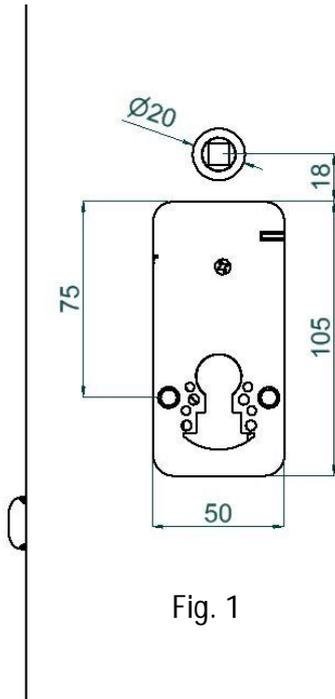

Fig. 1
1. Eseguire un taglio nel pannello interno come in fig. 1 avente dimensioni di 50x105mm per alloggiare motoriduttore . Aiutarsi con la dima in carta disponibile a pag. XX